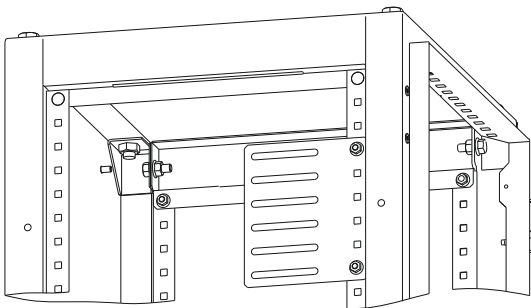

Рисунок 4
4.1 Приложите пластину установочную с внешней стороны боковой поверхности передней или задней стоек корпуса. Вставьте по очереди в квадратные отверстия два болта М6×10 и закрепите гайками М6 (рисунок 4). Момент затяжки 5 Н·м.